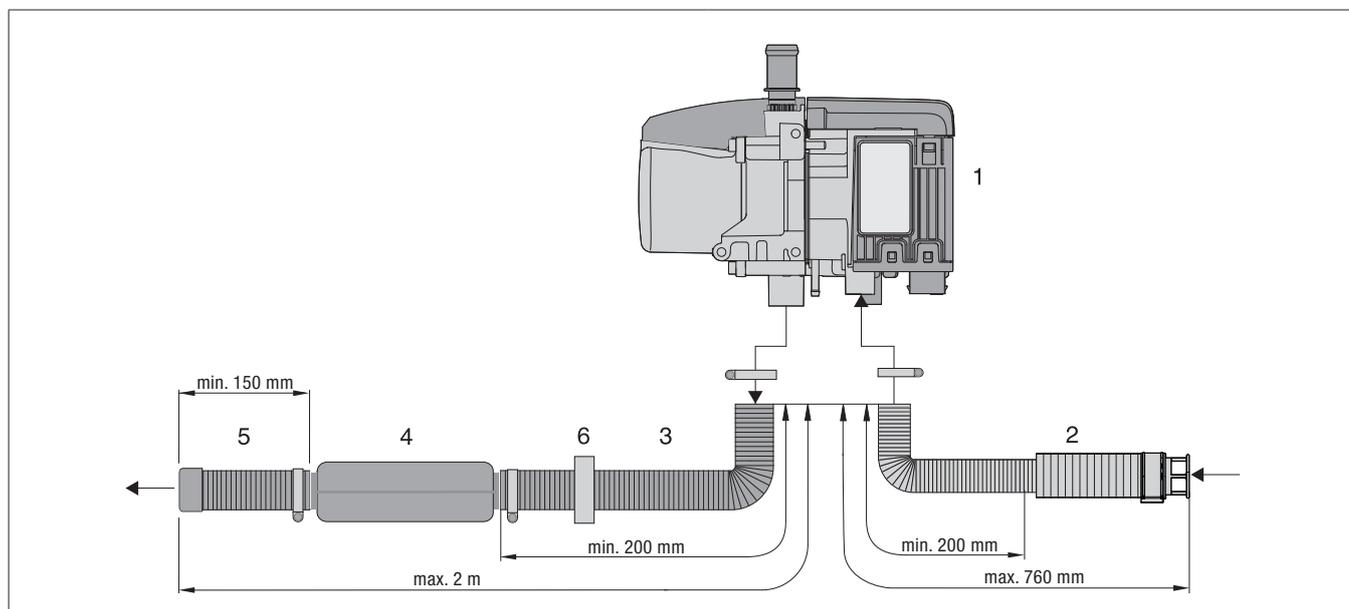

Bild 18
- Das flexible Rohr vom Verbrennungsluftansaugerschalldämpfer am Verbrennungsluftstutzen des Heizgerätes aufstecken und mit einer Schraubschelle (Anziehdrehmoment  $3^{+0,5}$  Nm) befestigen, siehe Bild 18.